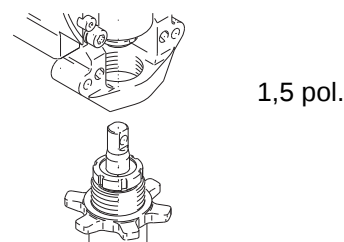

FIG. 18
1. FIG. 18. Puxe a biela para fora cerca de 4 cm. Aperte a bomba até que os orifícios na ligação em cruz dos mancais e a biela fiquem alinhados.